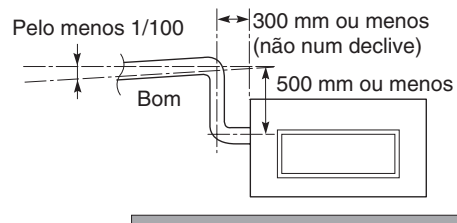

Fig. 3-15
- **Certifique-se de que a abertura de drenagem não fica num declive desde a secção de união (isso pode produzir um ruído anormal). (Fig. 3-15)**
- **Se for necessário aumentar a altura do tubo de drenagem, a secção directamente depois da abertura de ligação pode ser elevada até a um máximo de 500 mm. Não a eleve mais do que 500 mm, pois isso pode causar um vazamento de água. (Fig. 3-15)**